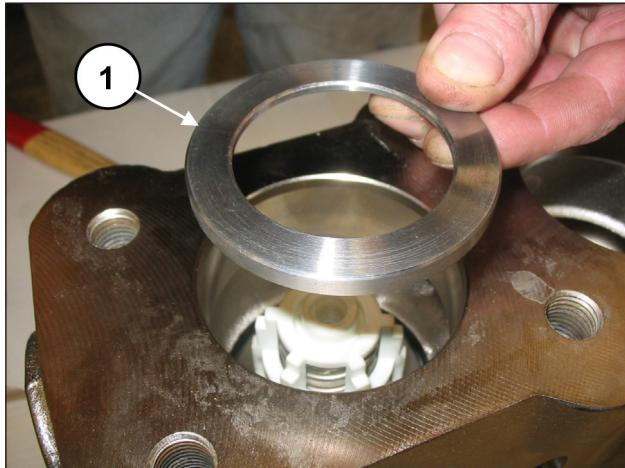
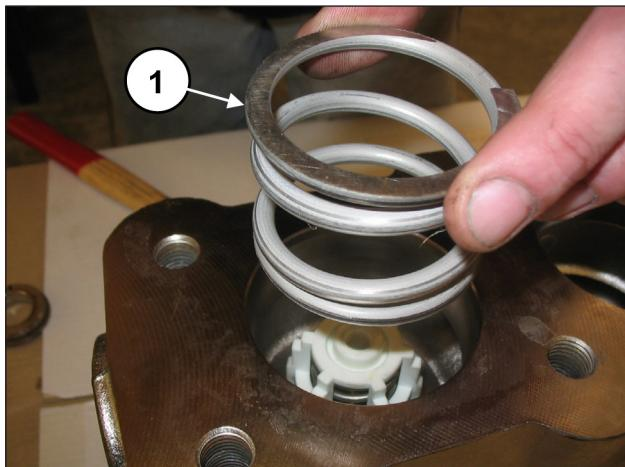

Fig. 129
Fig. 130
Insérer la bague du logement de la soupape (rep. ①, Fig. 129) et le ressort (rep. ②, Fig. 130).